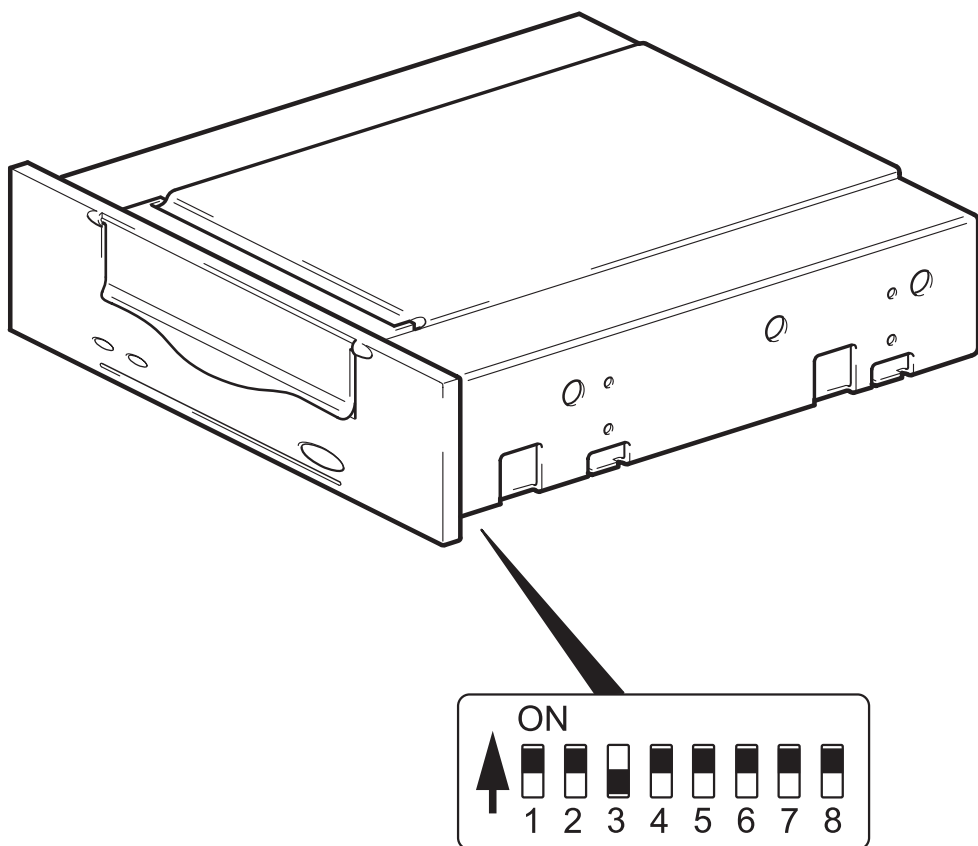

Figura 4: definir as chaves de configuração UNIX
- 2 Caso seja necessário para a configuração UNIX, altere as chaves de configuração localizadas no lado inferior da unidade de fita dos ajustes predefinidos mostrados na figura 4.